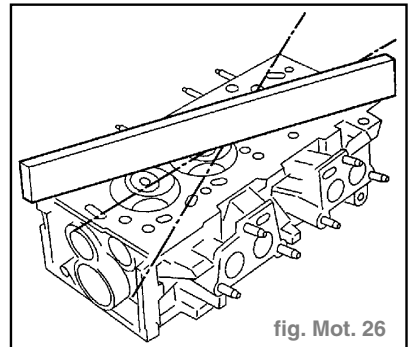

fig. Mot. 26
- Contrôler la planéité de la culasse. (fig. Mot. 26)